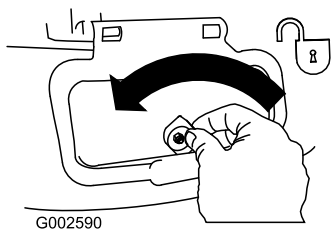

Рисунок 33
1. Разблокируйте крышку бокового выпускного отверстия (Рисунок 33).